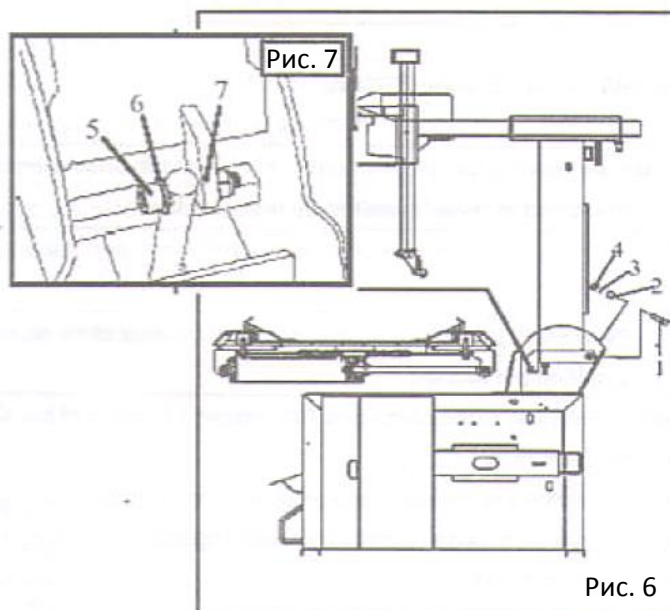

Рис. 6
Вставьте винты (1), втулки (2) и шайбы (3), затяните гайки (4). Рис. 6.